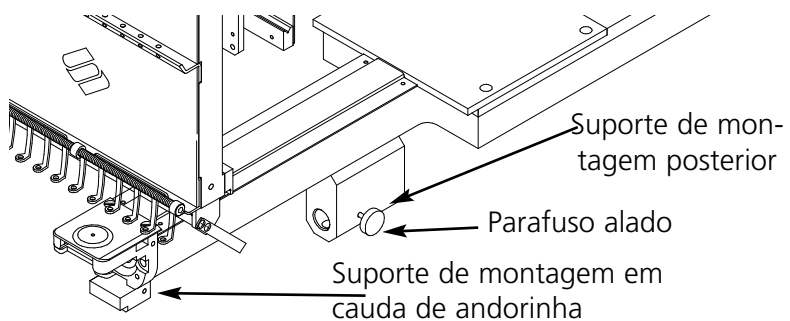

Figure 3-9
5. Instalar o accionamento; levar o veio de accionamento do gorro para o furo da abraçadeira posterior de fixação. Simultaneamente, instalar a abraçadeira de fixação em cauda de andorinha do accionamento na abraçadeira de fixação em cauda de andorinha fêmea. Ver a Fig. 3-9.